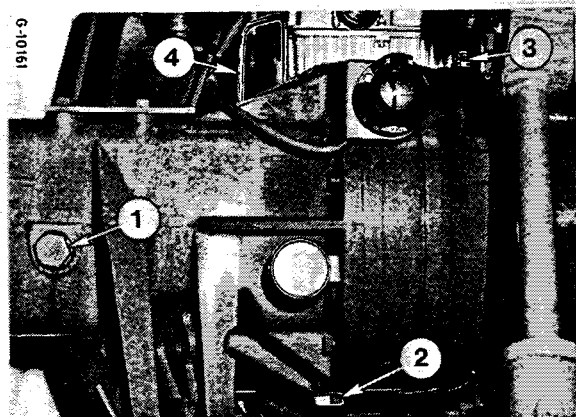

Figure 87
Pour vérifier le niveau d'huile, retirez le bouchon (1) Fig. 87. Ajoutez au besoin du lubrifiant jusqu'à ce que le niveau parvienne à l'orifice de remplissage (1).